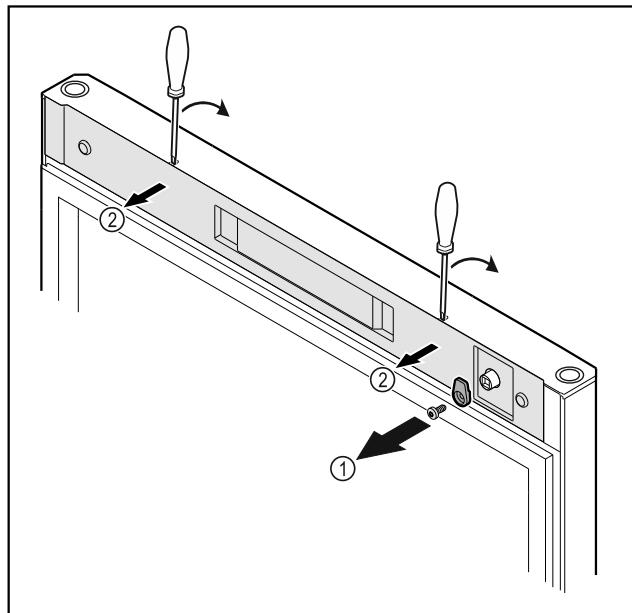

Fig. 18
- Atsukite uždarymo kabliuką Fig. 18 (1).
- Atfiksuojite dengiamają plokštę Fig. 18 (2) mažu atsuktuviu ir nuimkite.